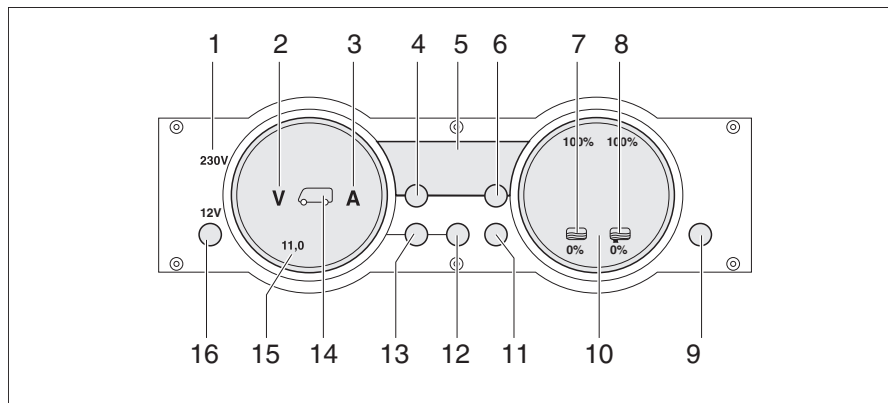

Bild 246 Panel MP 20-S
230 V-kontrollampan (Bild 246,1) lyser när nätspänningen ligger på el-blockets ingång.
Med huvudbrytaren 12 V (Bild 246,16) kopplas panelen och bodelens 12 V-försörjning till eller från.
- Tryck kort på knappen "12 V" (Bild 246,16). 12 V-försörjningen för bodelen är påslagen. Kontrollampan "12 V" lyser.
- ▷ Efter aktivering av försörjningen: om lysdioden "11,0" för voltindikeringen samt symbolen volt "V" (Bild 246,2) på indikeringsinstrumentet för batterierna (Bild 246,15) blinkar är bodelsbatteriets spänning för låg. Ladda batteriet.
- ▷ Efter aktivering av försörjningen: om kontrollampan "12 V", symbolen bodelsbatteri (Bild 246,14) och symbolen volt "V" (Bild 246,2) blinkar tre gånger är batterifrånkopplingen aktiverad. Avaktivera batterifrånkopplingen.
- Tryck kort på knappen "12 V" (Bild 246,16). 12 V-försörjningen för bodelen är avstängd. Kontrollampan "12 V" slocknar.
- Tryck på knappen bodelsbatteri (Bild 246,12) och håll den intryckt i ca 10 sekunder. Symbolerna volt "V" (Bild 246,2) och ampere "A" (Bild 246,3) blinkar tre gånger. Bodelsbatteriet är frånkopplat från 12 V-nätet.
- Tryck på knappen "12 V" (Bild 246,16) och håll den intryckt i ca 5 sekunder. Symbolen volt "V" (Bild 246,2) blinkar tre gånger. Bodelsbatteriet är anslutet till 12 V-nätet. Kontrollampan tänds efter ca 2 sekunder.
- Tryck på knappen Bodelsbatteri "🔋" (Bild 246,12). Symbolen volt "V" (Bild 246,2) lyser. Symbolen ampere "A" är vit eller röd beroende på laddning eller urladdning. Batterispänningen och strömmen för bodelsbatteriet visas via lysdioderna på indikeringsinstrumentet.
- Tryck på knappen Startbatteri "🔋" (Bild 246,13). Symbolen volt "V" (Bild 246,2) lyser. Startbatteriets spänning visas via lysdioderna på indikeringsinstrumentet.
- Tryck på knappen Tankar (Bild 246,11). Symbolerna vattentank (Bild 246,7) och avloppstank (Bild 246,8) lyser. Nivån i vattentanken (vänster skala) och i avloppstanken (höger skala) visas via lysdioderna på indikeringsinstrumentet.
Symbolen volt "V" (Bild 246,2) och lysdioden "11,0" blinkar när batteriets spänning sjunker under 11 V (mätning under pågående drift) och det finns risk för en djupurladdning.
Symbolen vattentank  (Bild 246,7) eller symbolen avloppstank  (Bild 246,8) blinkar när vattentanken är tom eller när avloppstanken är full.
Via den digitala indikeringen (Bild 246,5) kan innetemperaturen och utetemperaturen avläsas.